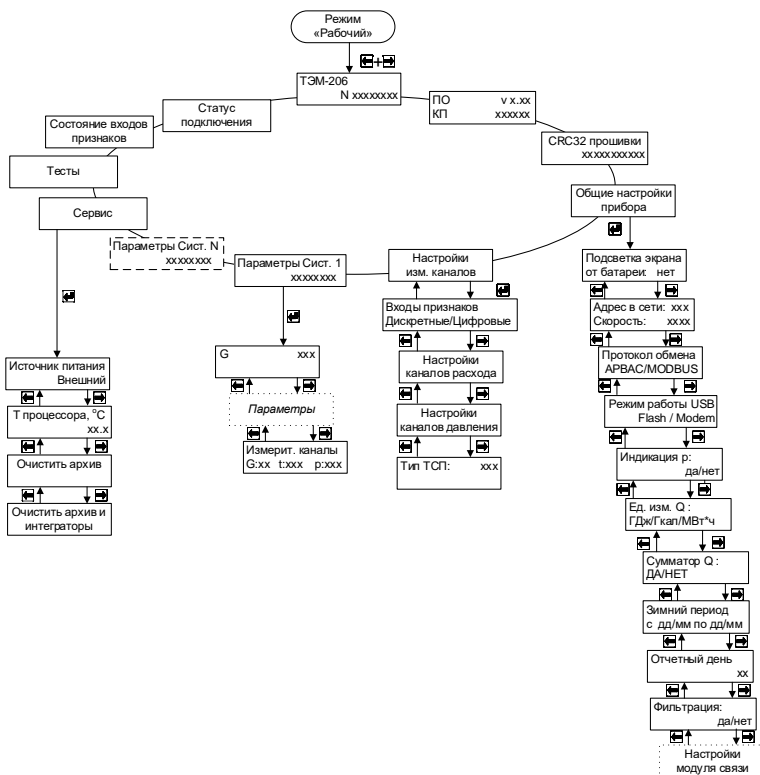

Рисунок 7.3
7.4.1 Для входа в режим «Настройки» необходимо, находясь в любом меню режима «Рабочий», **одновременно нажать кнопки «влево» и «вправо»**. Порядок перехода между окнами в режиме «Настройки» изображен на рис. 7.3.